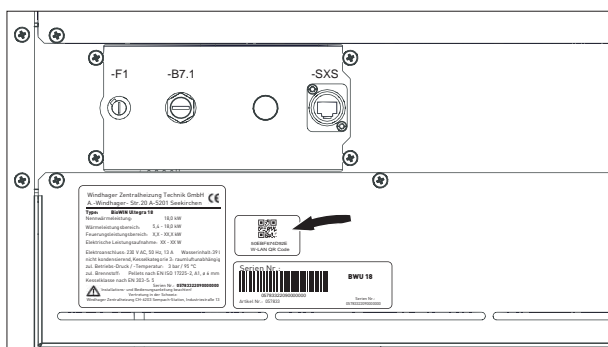

Fig. 44 Codice QR
- ▶ Tecnico del riscaldamento: Collegare l'APP per il riscaldamento Windhager "myComfort" alla caldaia scansionando il codice QR W-LAN situato accanto alla targhetta – Fig. 44.